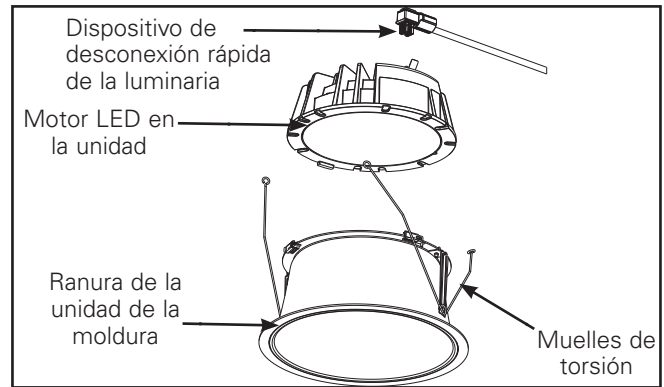

Figura 33
1. Coloque el extremo del conducto flexible a través de la apertura del marco en el techo tal que quede expuesta la parte superior del dispositivo de desconexión rápida (Figura 33).